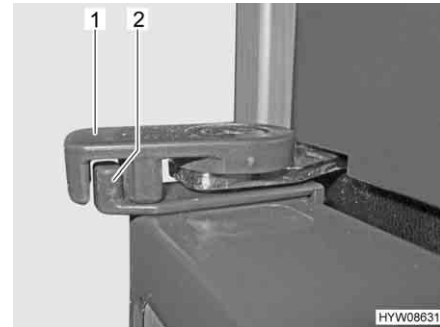

Fig. 66 Bloccaggio della porta del frigorifero in posizione di ventilazione
- Tirare il bloccaggio (Fig. 66,1) verso il centro del frigorifero. La rientranza esterna del bloccaggio deve essere riportata nel nasello di chiusura (Fig. 66,2). In questo modo la porta del frigorifero rimane ferma in posizione socchiusa.